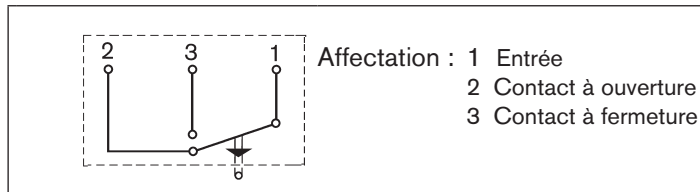

Fig. 22 : Circuit électrique
- Desserrer la vis dans le bouchon ④ et retirer l'insert de contact ②.
- Faire passer le câble dans l'écrou-raccord ⑧.
- Procéder au raccordement conformément au circuit (voir « Fig. 22 : Circuit électrique »).